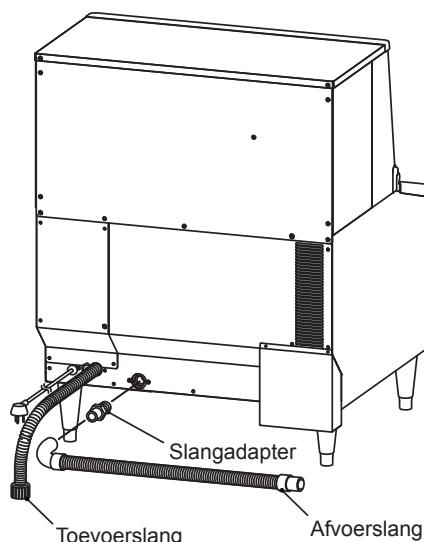

Afb. 2
- \* Om terugstromen van afvoerwater naar de bunker te voorkomen, moet de afvoerslang worden geplaatst zoals in afb. 2.